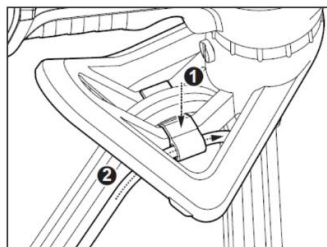

図 7
2. プローブ保持具を閉じ、プローブケーブルを掛けてください。先端可動部をプローブ保持具の穴に 20 cm以上挿入してください。(図 7)